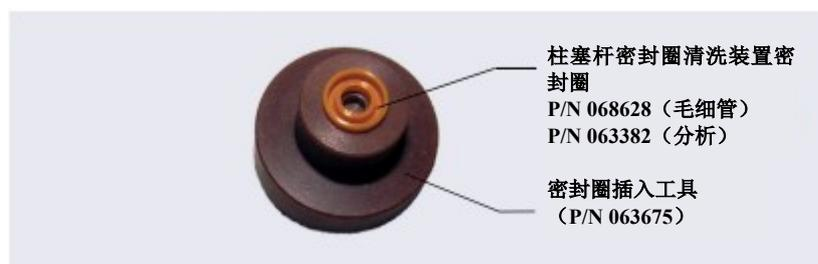

图 10-9. 柱塞杆密封圈清洗装置密封圈和密封圈插入工具
- b. 将新的密封圈清洗装置密封圈滑到密封圈插入工具（P/N 063675）上，使密封圈开口侧朝上（见 图 10-9）。